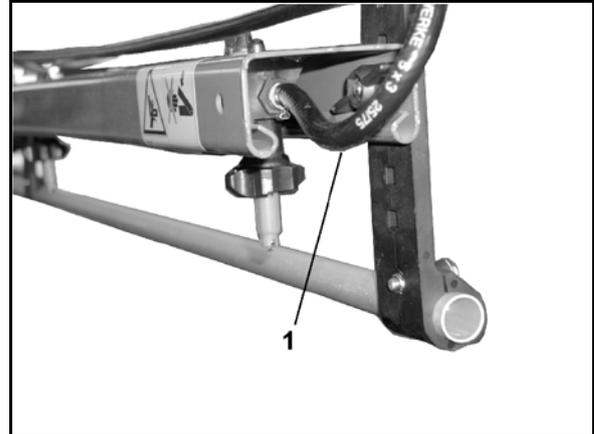

Fig. 122
- ermöglicht bei eingeschaltetem Druck-Umlauf-System einen ständigen Flüssigkeits-Umlauf in der Spritzleitung. Hierzu ist jeder Teilbreite ein Spülanschluss-Schlauch (Fig. 122/1) zugeordnet.
- ein Spülanschluss-Schlauch (Fig. 122/1) pro Teilbreite.